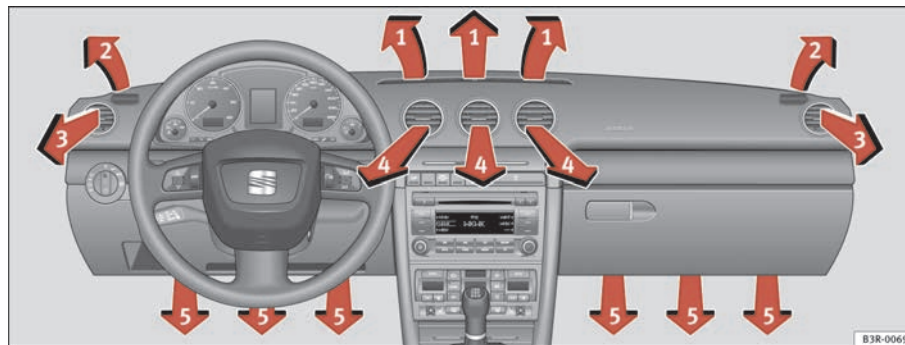

Fig. 135 Tablero de instrumentos: Disposición de los difusores de aire
Los difusores de aire ⇒ fig. 135 (3) y (4) pueden manejarse de la siguiente manera.
Las tres teclas tienen el siguiente significado. Los números hacen referencia a los difusores de aire ⇒ página 167, fig. 135.
Tras desconectar el encendido, el motor del ventilador funciona con la energía que le proporciona el techo solar. Para conseguir una ventilación óptima deben estar abiertos los difusores 3 y 4 ⇒ página 167, fig. 135.